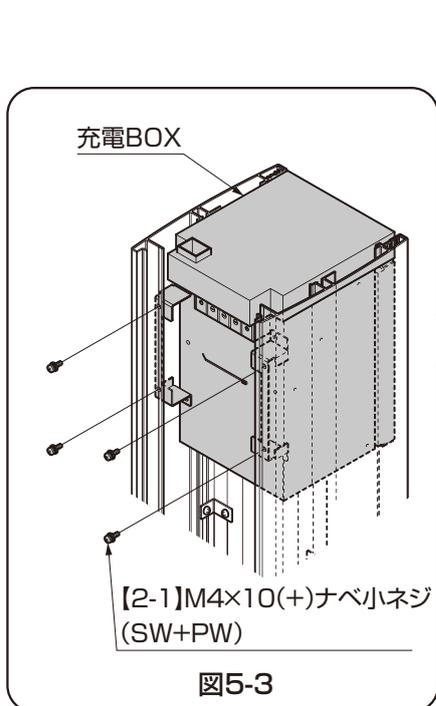

図5-3
- ③ 充電BOXをサイド柱の上側からスライドさせてセンター柱の上に乗せてください。
- ④ 充電BOXを背面側から【2-1】で取付けてください。(図5-3参照)